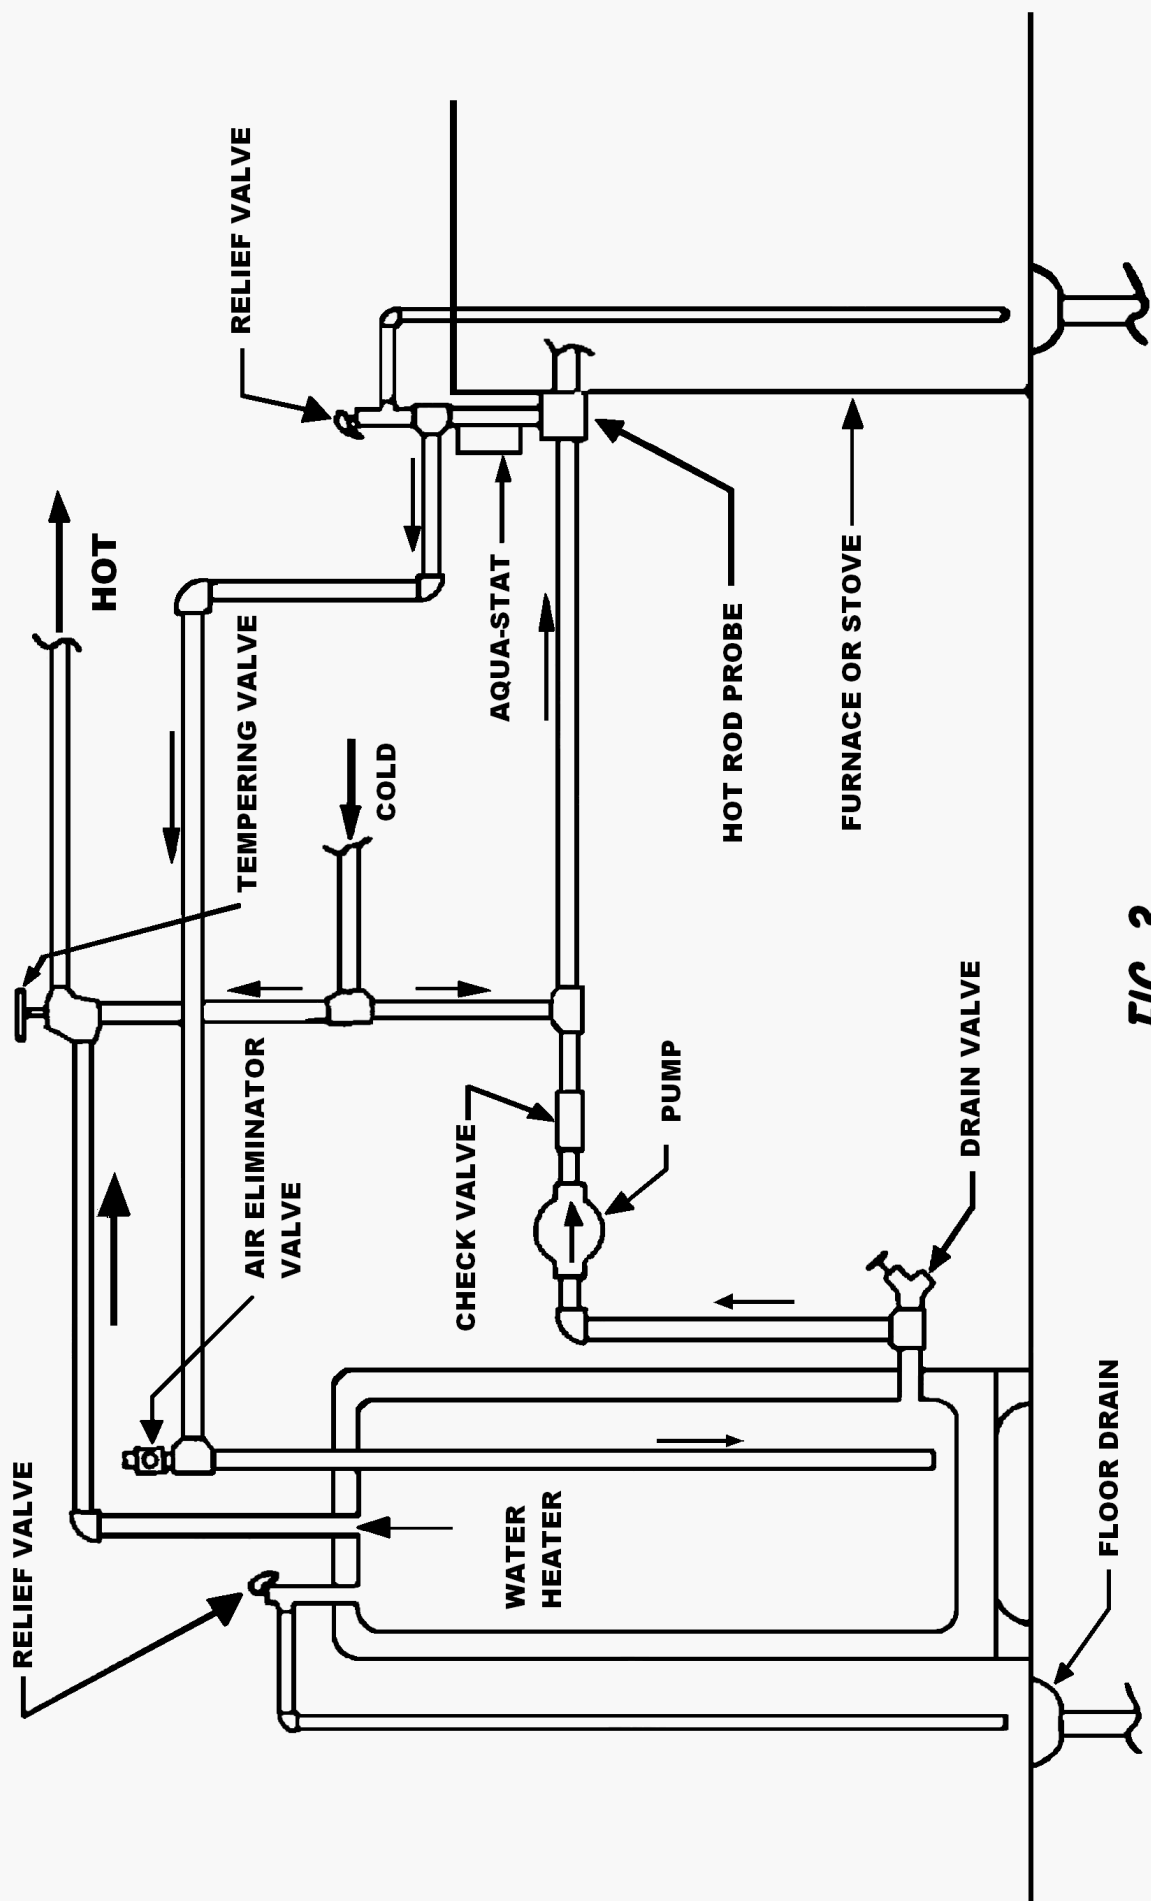

FIG. 3
B. CIRCULATION PUMP SYSTEM (FIG. 3 & 4)